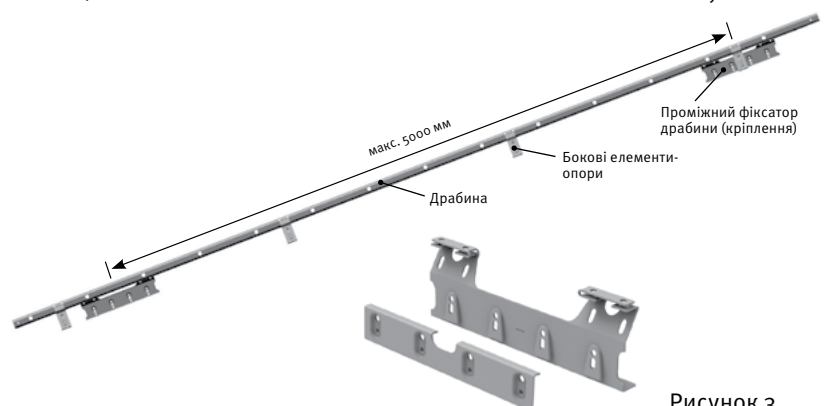

Рисунок 3
- максимальна відстань між проміжними кріпленнями становить 5000 мм (рис. 3),